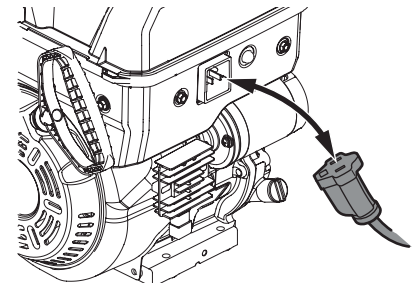

Figura 3-3
**NOTAS:** Siempre debe conectar el cable de alimentación primero a la caja del interruptor del motor; luego en el tomacorriente. Vea la Figura 3-3.